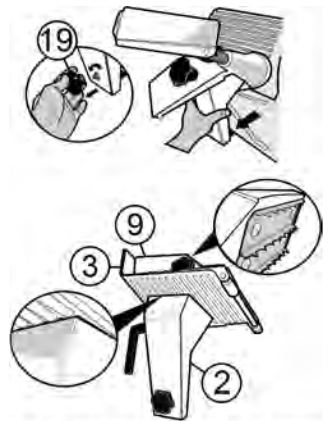

FIG 7. CARRO Y PORTA-CARRO
A. CARRO (Ver Fig. 7).
1.- Afloje la perilla del porta-carro (19) para remover el ensamble completo.
2.- Inspeccione el área de contacto entre el porta-carro (2) y el carro (3) y entre el pisón (9) y las placas dentadas. **Las superficies de contacto entre estos componentes no deberán tener espacios libres o claros. Además los empaques no deberán presentar desgaste o desprendimiento.**
1.- Barra deslizadora: se debe lubricar la barra para deslizamiento de carro con grasa ligera cada 100 horas de uso ó 3 días de servicio. El punto a lubricar es la circunferencia completa de la barra (20) principal y alrededor de la barra cuadrada (por debajo de la base).
2.- Disco-cuchilla: Después de cierto periodo de uso ó si observa que la calidad del corte ya no es tan fina como la primera vez, necesitará afilar el disco (5). Siga las siguientes instrucciones :
B.- Afloje la perilla (17) de la caja afilador localizada debajo del ensamble para liberar el mecanismo (Fig. 7).
C.- Levante el ensamble y gírelo 180°, vuélvalo a insertar y asegúrelo. Verifique que las piedras están arriba (12) y abajo (11) del disco y a una distancia Aprox. de 7 mm del borde. Atornille la perilla (17).
D.- Encienda el equipo y presione el pin "a", deje que la piedra (11) roce debajo del disco por unos segundos. Esto afilará la orilla y dejará una pequeña rebaba sobre la misma. Deje de presionar el pin "a" y éste se botará automáticamente y regresará a su posición de origen.
E.- Ahora presione el pin "b" y la piedra (12) removerá el exceso de rebaba sobre la misma. Tenga cuidado de no excederse en la presión de la piedra pues podría crear un ángulo inverso y dañar la orilla del disco. Al dejar de presionar el pin "b" éste regresará a su posición de origen.